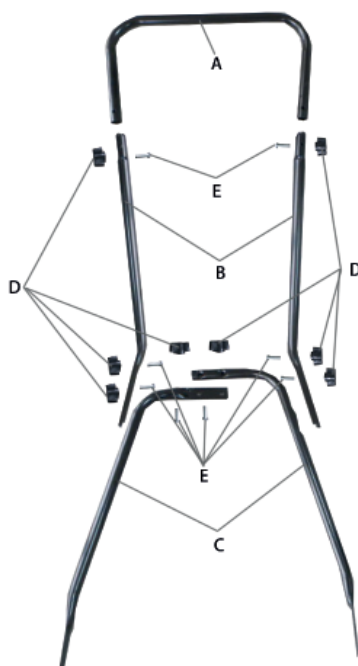

Рис.2 Монтаж рабочей рукоятки
2. Проверьте составные части (Рис. 2) в соответствии со списком.
6. Вставьте две центральные части В (Рис.2) в левую и правую стороны верхней части рукоятки А (Рис. 2). Закрепите их с помощью двух болтов Е
и гаек D (Рис.2).
7. Совместите отверстия на центральных частях с отверстиями на нижней части рабочей рукоятки и закрепите их комплектами болтов E и гаек D (Рис.2).